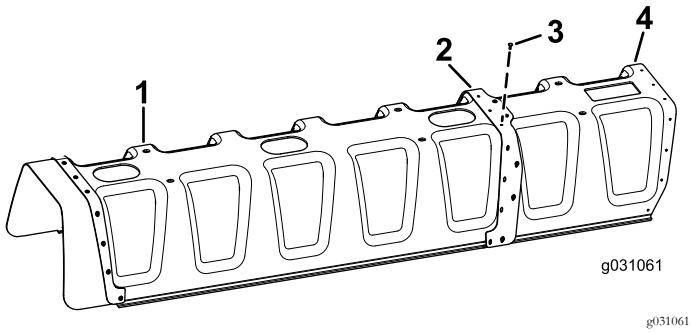

Bild 6
2. Bringen Sie 11 Blindnieten ($3/16'' \times 1/2''$) und Scheiben ($3/16''$) an der Verstärkungsplatte an; befestigen Sie die Abdeckung mit 11 Düsen an der Abdeckung mit 12 Düsen (Bild 6).